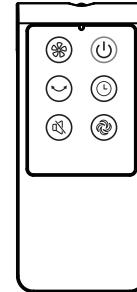

Fig.10
## I. Afstandsbediening (Fig.10)
- (1) Verschuif het deksel van het batterijcompartiment.
- (2) Plaats de batterijen en zorg ervoor dat deze geplaatst zijn zoals getoond in Fig.10.
- (3) Schuif het deksel van het batterijcompartiment terug op zijn plaats.